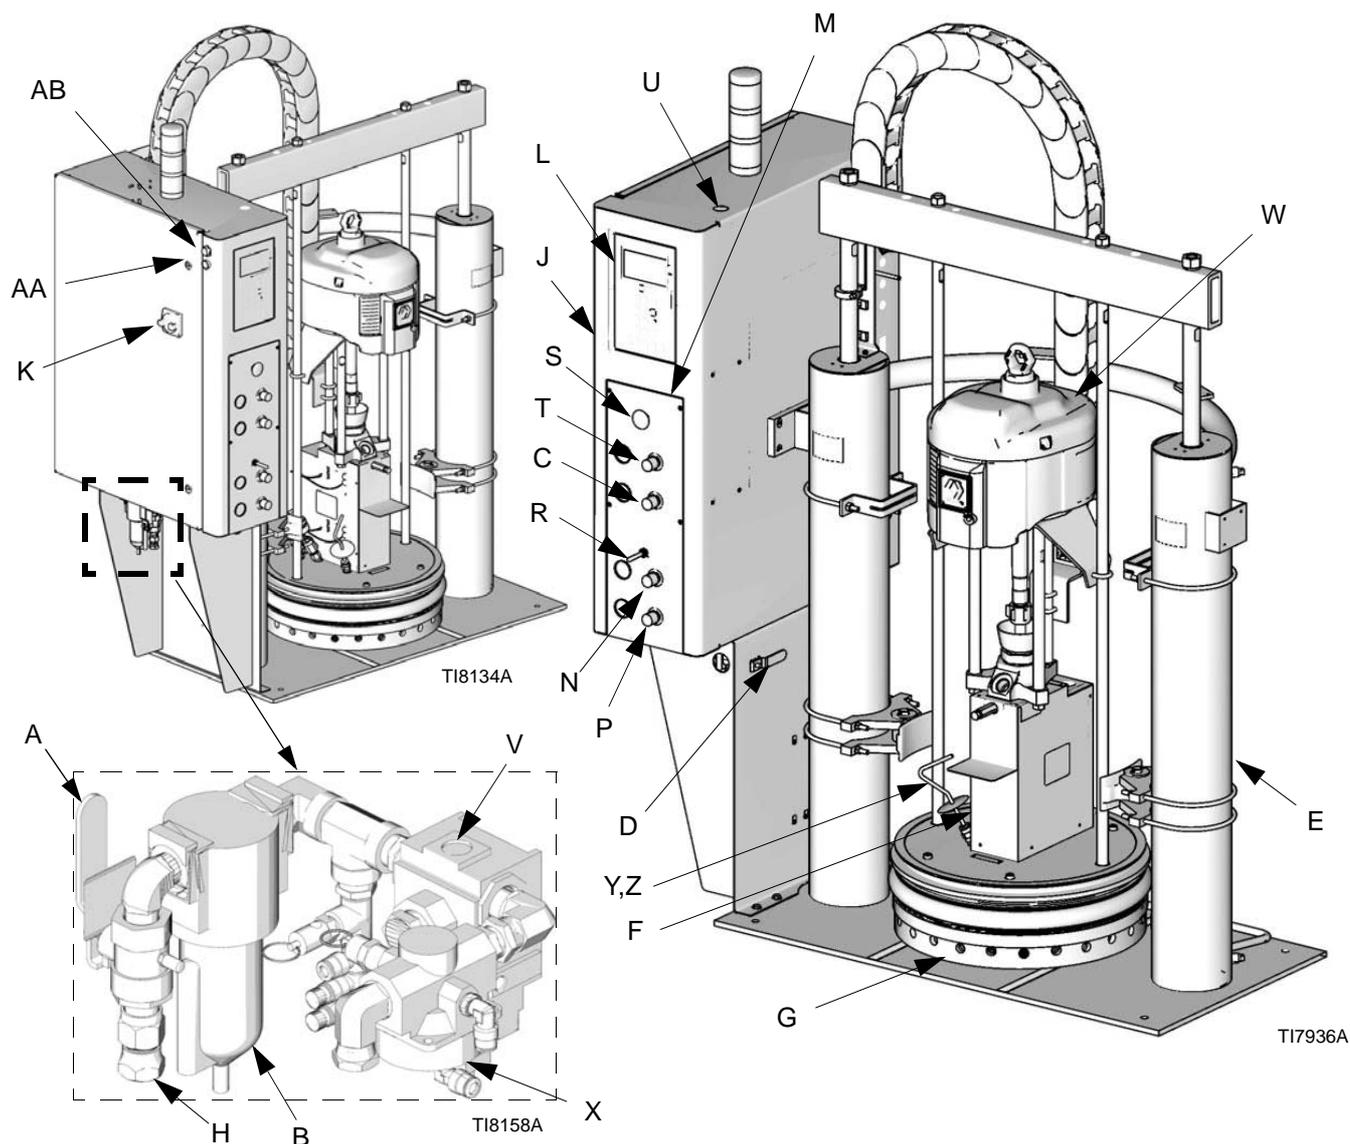

FIG. 1: Identificazione delle componenti
Prima di installare il sistema, occorre acquisire familiarità con tutte le componenti di sistema. Vedere FIG. 1 per le componenti del sistema Therm-O-Flow.
Vedere FIG. 1.
Per ulteriori informazioni, fare riferimento alla FIG. 1 a pagina 9. I seguenti componenti sono inclusi con il modulo:
- La valvola principale dell'aria del sistema (del tipo a spurgo) (D) viene utilizzata per interrompere l'alimentazione dell'aria dall'intera unità di alimentazione.
- La valvola di sfiato principale del motore pneumatico (del tipo a spurgo) (D) è inserita nel sistema al fine di scaricare l'aria intrappolata tra la valvola stessa e il motore pneumatico quando la valvola è alimentata (**vedere gli avvisi di pericolo nei paragrafi precedenti**). Questa valvola di sfogo dovrebbe essere facilmente accessibile e si trova a valle del regolatore aria.
- Il regolatore dell'aria del motore pneumatico (C) controlla la pressione di mandata della pompa, regolando la pressione dell'aria sul motore pneumatico. E' posizionato sul pannello dei comandi pneumatici.
- Solenoide di avvio del motore pneumatico, vedere FIG. 1 pagina 9, lettera (X) ritarda l'avvio per consentire al materiale di riscaldarsi completamente.